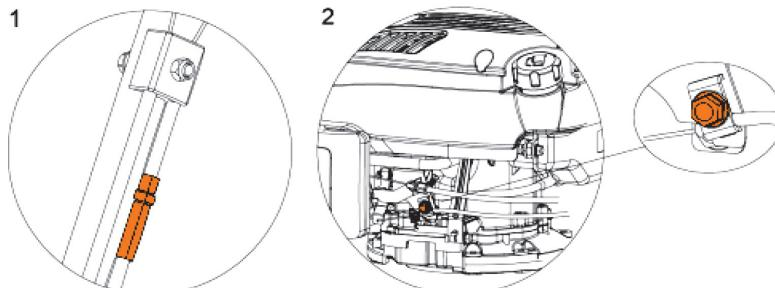

Рис. 9
- Регулировка натяжения троса включения привода хода осуществляется путем вращения регулировочной гайки. По часовой стрелке (ослабление) или против часовой стрелки (подтягивание). После регулировки натяжения зафиксируйте контргайкой (Рис. 9).
Газонокосилка снабжена системой центральной регулировки высоты скашивания. Отклоните рычаг ① в направлении от зацепления и установите в требуемое положение (Рис. 9).